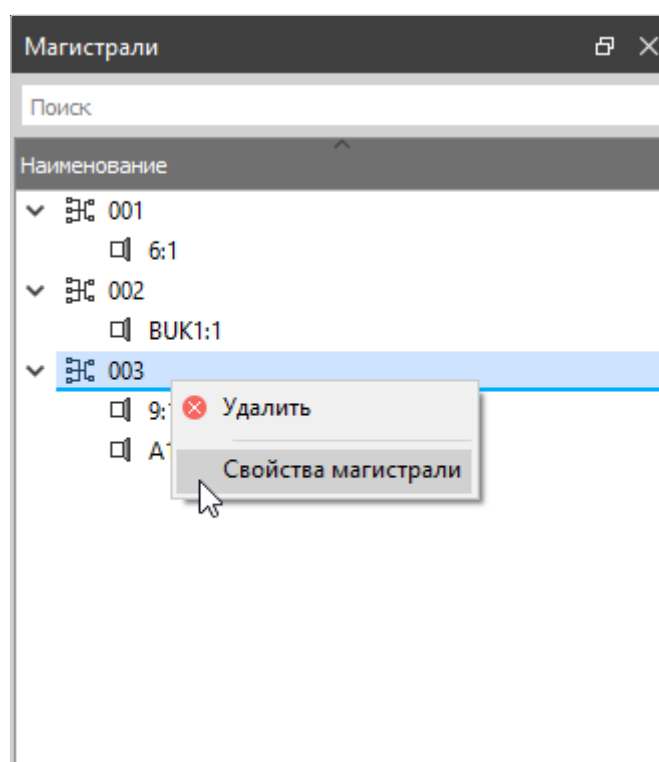

Рисунок 254. Вызов окна «Свойства магистральной»
- 2) Вызвать контекстное меню на этой магистральной и выбрать пункт «Свойства магистральной» (см. рисунок 254).